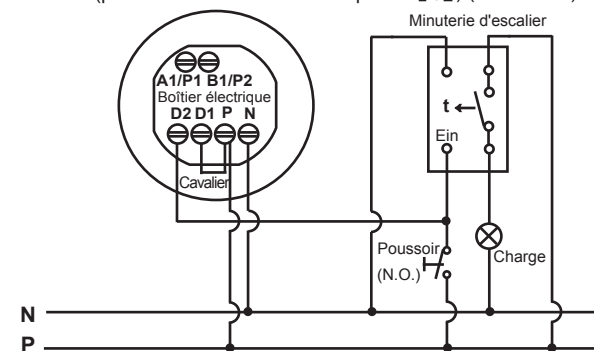

FIG. 5
- Un détecteur contrôle la minuterie d'escalier (positionner le bouton du temps sur  $\sqrt{15}$ L) (voir FIG. 5).